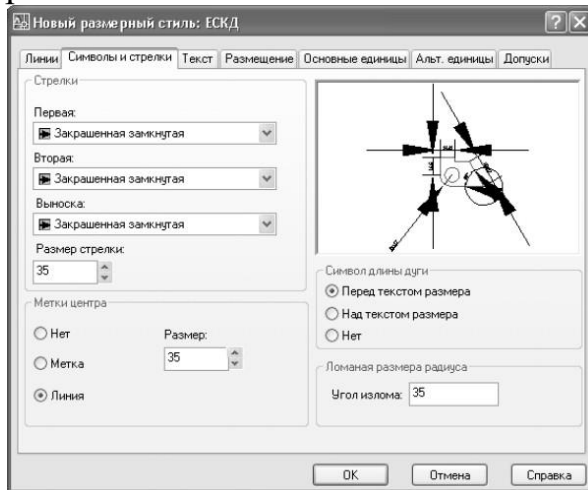

Рис. 11.4 Параметры стрелок для нового стиля ЕСКД
10. Перейдите на вкладку Символы и стрелки и установите параметры стрелок в соответствии с рис. 11.4: параметру Размер стрелки присвойте значение